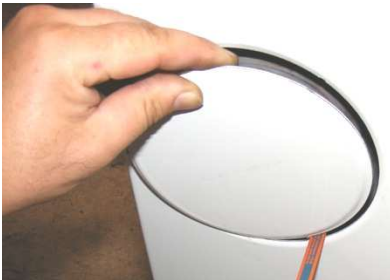

Bild 3
1. Seitenwand abnehmen und die vorgestanzte Öffnung der Seitenverkleidung mit einem Sägeblatt heraustrennen (Bild 3)